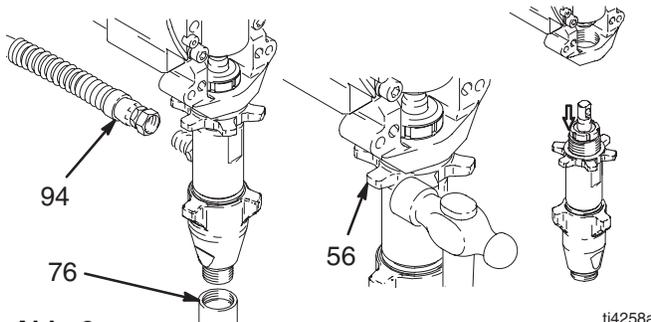

Abb. 9
5. Abb. 9. Saugrohr (76), Schlauch (94) und alle Unterlegscheiben und O-Ringe entfernen.
6. Die Gegenmutter (56) der Pumpe lösen. Die Pumpe abschrauben.
5. Abb. 9. Unterlegscheiben, O-Ringe und Saugrohr (76) und Schlauch (94) anbringen.